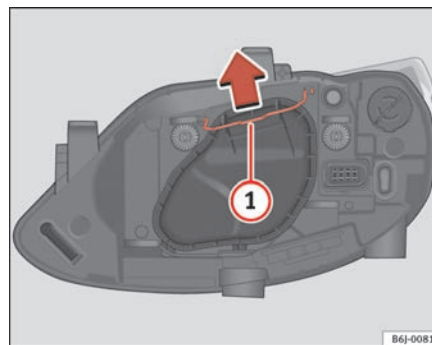

Fig. 138 Nærlys/fjernlys, enkelt forlygte
- Fjern bøjlen ⇒ side 215, fig. 138 ① i pilens retning, og tag afdækningen af.
- Flyt bøjlen ⇒ side 215, fig. 138 ① i pilens retning, og tag afdækningen af.